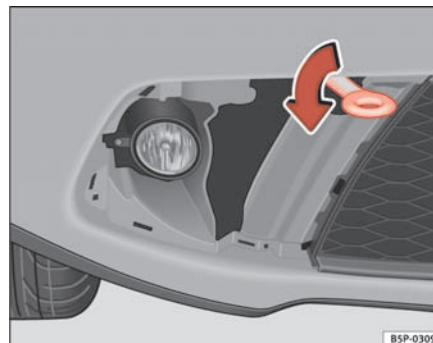

Fig. 201 Sådan skrues slæbeøjet i.
- Drej slæbeøjet helt mod *venstre* i pilens retning ⇒ fig. 201.